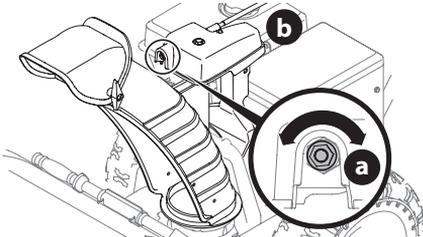

Figura 51
1. A fin de aumentar la precarga, ajuste la tuerca hexagonal (a) en el sentido de las agujas del reloj con intervalos de  $\frac{1}{4}$  de giro. Se deberá mantener fija la varilla de control del canal (b) mientras se ajusta la tuerca (Figura 51).